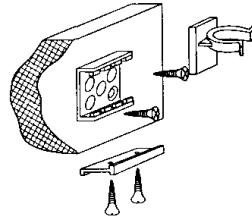

Рис.7
1. С внутренней стороны цоколя, напротив крайних опор, закрепить кронштейн (рис.7)